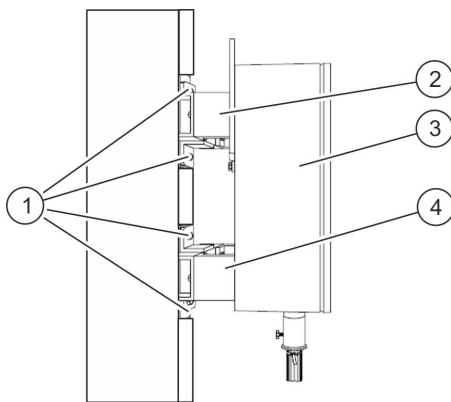

Abb. 14: Montage an Wand
2. ➤ Löcher (Abb. 14/1) gemäß Haltekonsolen (Abb. 14/2 und 4) anzeichnen.
4. ➤ Haltekonsolen (Abb. 14/2 und 4) mit den Befestigungsschrauben M16 an der Rückseite des TracFeed® SFA (Abb. 14/3) befestigen.
5. ➤ Haltekonsolen (Abb. 14/2 und 4) mit den gesetzten Befestigungselementen verschrauben.
6. ➤ TracFeed® SFA (Abb. 14/3) zum Potentialausgleich an die Bahnerde anschließen.